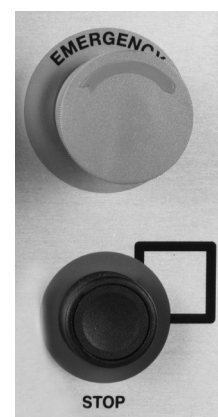

Figure 9-4.
7. Lorsque les ingrédients ont été soigneusement mélangés, appuyez sur le bouton STOP pour arrêter pétrin. Voir Fig. 9-4.